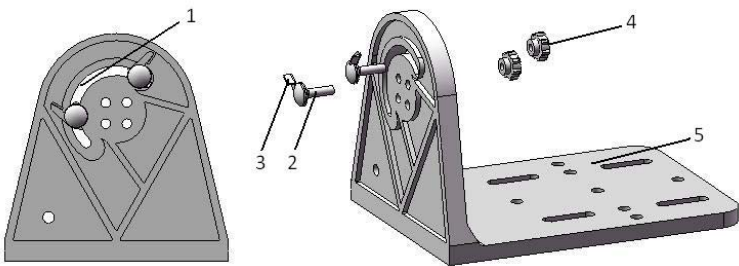
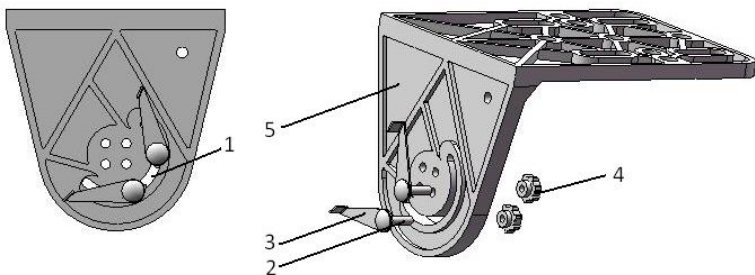

图 19 设置侧装云台垂直限位
图 20 设置吊装云台垂直限位
1. 驱动云台到所需的停止位置，以设置垂直限位挡片。顶装云台见图 18，侧装云台见图 19，吊装云台见图 20。